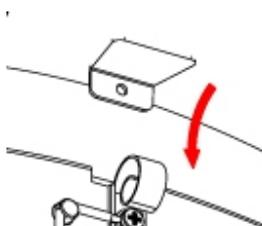

Abbildung 7
- Nehmen Sie dann den Anschluss der Stromkabel an die Leiste des Handrockners vor. Schließen Sie die entsprechenden Kabel an die zwei Phasen (N und L) und an die Erdungsleitung der Leiste an, und zwar gemäß den eingedruckten Buchstaben in ihre jeweiligen Steckplätze (Abb. 7)